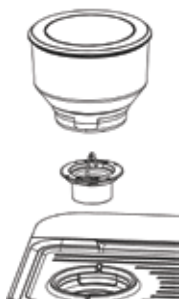
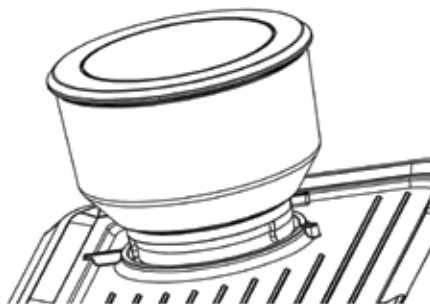

Fig. 1:
Fig. 2:
1. Før du aktiverer malingsfunksjonen, sørg for at alle nødvendige deler er korrekt installert, henvis til Fig. 1 og Fig. 2.
Installer kutterhodet og stram det med klokken. Installer deretter bønneboksen og fest den som vist i Fig. 2.